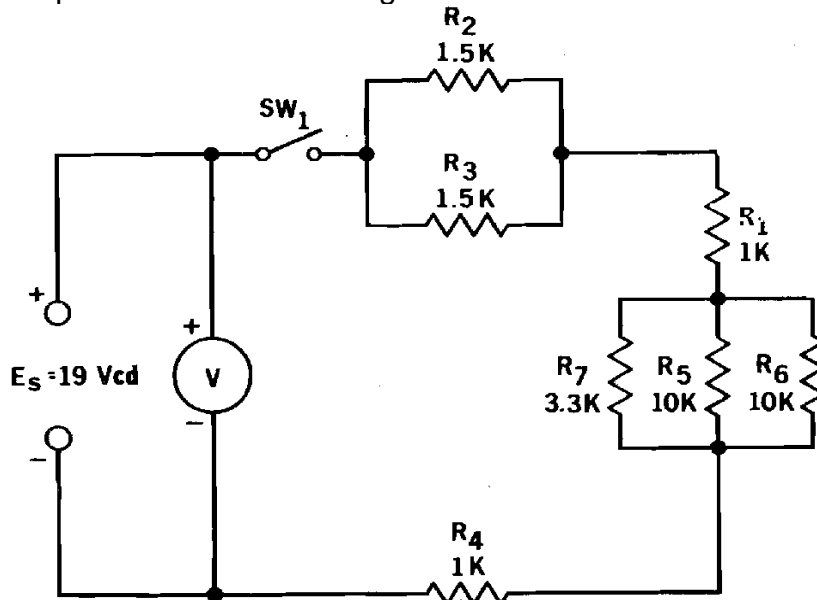

Fig. 13-3
13. Alambre el circuito que se muestra en la Fig. 13-3.
4. Calcule la corriente en cada una de las resistencias siguientes, de la Fig. 13-3, usando los valores de tensión medidos.